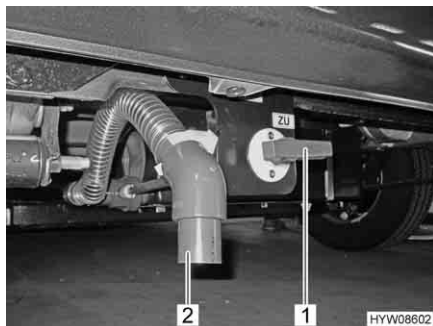

Fig. 60 Leva di comando e tubo di scarico del serbatoio delle acque grigie
La leva di comando (Fig. 60,1) per lo scarico delle acque grigie è montata accanto al tubo di gomma per lo scarico (Fig. 60,2) sulla parte posteriore del veicolo.
- Staccare il tubo di gomma per lo scarico (Fig. 60,2) dal supporto.
- Aprire il rubinetto di scarico. A questo scopo ruotare la leva di comando (Fig. 60,1) del rubinetto di scarico in senso orario di un quarto di giro. Le acque grigie vengono scaricate.
- Dopo la completa fuoriuscita delle acque grigie, richiudere il rubinetto di scarico. A questo scopo ruotare la leva di comando (Fig. 60,1) del rubinetto di scarico in senso antiorario di un quarto di giro.